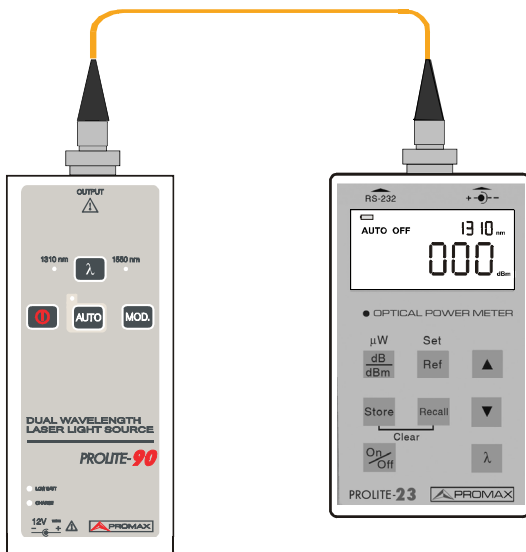

Figura 11.- Guardar el valor de la potencia de referencia.
2. **Comprobar el estado del instrumento:** Asegurarse que la fuente se encuentra en modo de salida de Onda Continua (CW). Configurar la potencia óptica a la longitud de onda adecuada (utilizando la tecla [λ]) y a las unidades dBm (utilizando la tecla [dB/dBm]). Nótese que sólo en el modo dBm, es posible establecer el valor de la potencia de referencia.
3. **Guardar el valor de la potencia de referencia:** Pulsar la tecla [REF] durante varios segundos hasta que aparezca "HELD" en la pantalla LCD, el medidor establecerá los dBm de la medida actual como valor de referencia. En la pantalla se leerá 0.00dB, como muestra la figura 11.